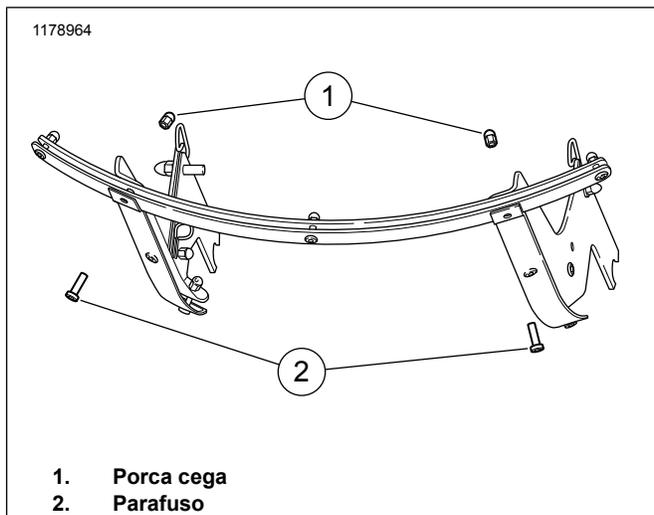

Figura 2. Remoção do parafuso (blindagem removida para maior clareza)
3. Veja a figura 2. Remova o parafuso (2) e porca cega (1) e descarte.